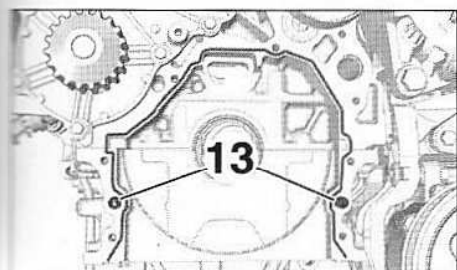

FIG.13
- Vérifier la présence des deux douilles de centrage (13) (Fig.13).